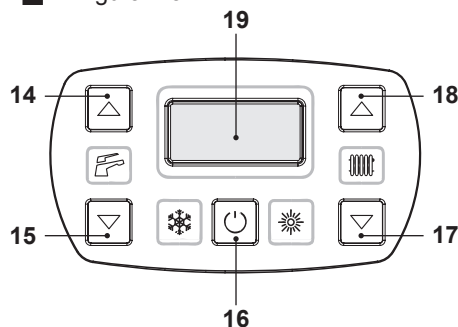

Figura 2.5
- Tenere premuto per 2 secondi il tasto 16 fino a far apparire sul display il simbolo  Figura 2.5.
La temperatura dell'acqua calda di mandata riscaldamento è regolabile agendo sui tasti 17 (diminuzione) e 18 (aumento) (Figura 2.5) da un minimo di circa 25°C ad un massimo di circa 85°C. Alla prima pressione di uno dei due tasti si ha la visualizzazione del valore di "set", alla seconda pressione si accede alla modifica.
Comunque se la temperatura ambiente non dovesse essere confortevole si può aumentare o diminuire la temperatura di mandata dell'impianto riscaldamento di $\pm 15^{\circ}\text{C}$ agendo sui tasti 17 (diminuzione) e 18 (aumento) (Figura 2.5).
La temperatura dell'acqua calda sanitaria è regolabile agendo sui tasti 14 (aumento) e 15 (diminuzione) (Figura 2.5) da un minimo di circa 35°C ad un massimo di circa 60°C . Alla prima pressione di uno dei due tasti si ha la visualizzazione del valore di "set", alla seconda pressione si accede alla modifica.